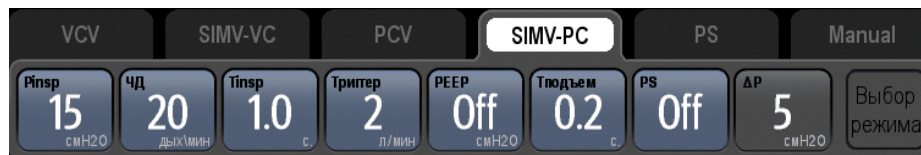

РИСУНОК 5-6 Вкладки режимов вентиляции
1. Выберите вкладку нужного режима. Экранная клавиша «Установка режима» (или «Заданный режим» в ручном режиме) начнет мигать (РИСУНОК 5-6).